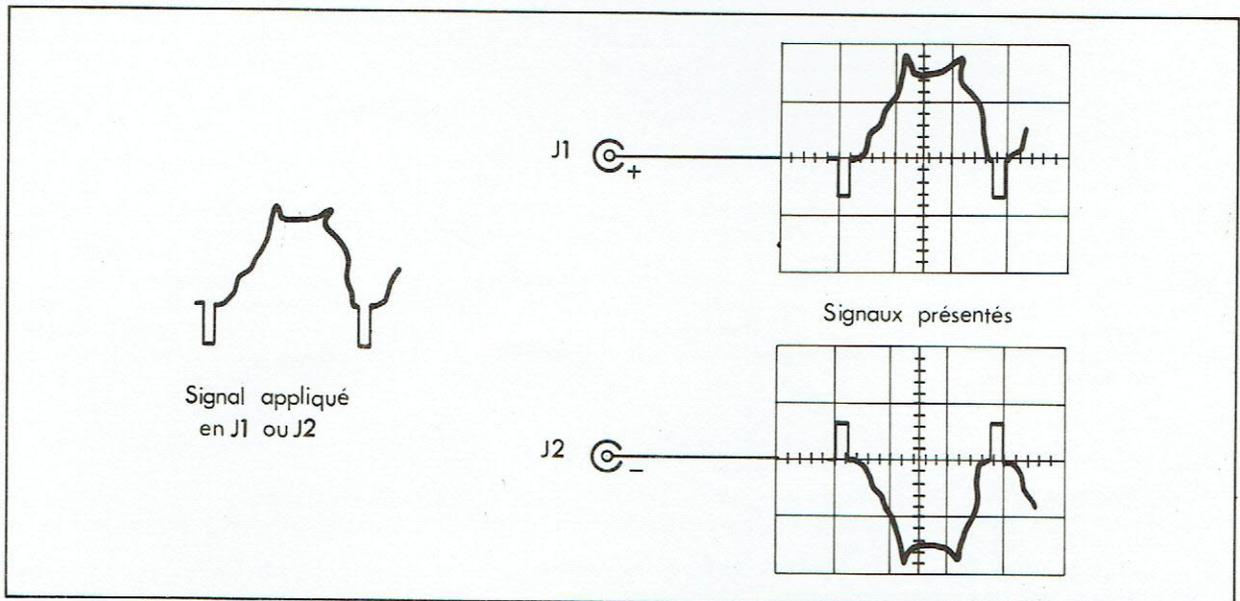

Fig15
La souplesse d'emploi de cet amplificateur permet également de l'utiliser comme un amplificateur de déflexion verticale ordinaire ; dans ce cas le signal à observer est appliqué à l'une des entrées, la seconde étant mise à la masse : S1 ou S2 sur "0" - (Figure 15) - On peut également appliquer sur l'entrée inutilisée des signaux de marquage.
- (30) "J1" Borne d'entrée "+" par prise UHF - un signal positif dévie la trace vers le haut (Figure 15).
- (31) "J2" Borne d'entrée "-" par prise UHF - un signal positif dévie la trace vers le bas (Figure 15).
- (39) "≈ 0" (entrée "+"). Commutateur à 3 positions permettant de choisir le couplage borne d'entrée et amplificateur.